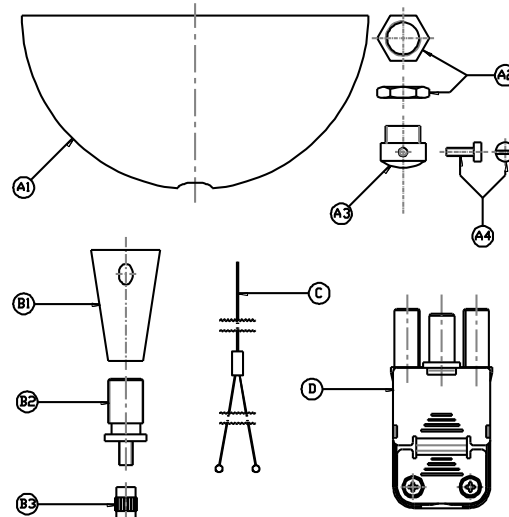
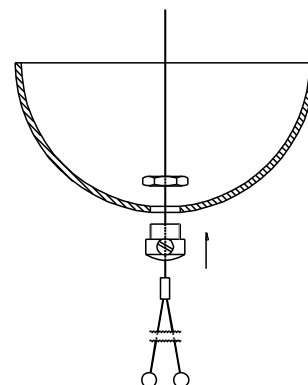

Figura 2 – Figure 2
Figura 5 - Figure 5
- 2 calotte (A1) con il relativo sistema di fissaggio (A2, A3 e A4 in figura 2).
- 2 dispositivi per il fissaggio a soffitto e per la regolazione dell'altezza dal suolo della plafoniera, composti da tre elementi (B1, B2 e B3 in figura 2).
- 2 funi a Y con finale a sfera per il fissaggio a soffitto (C in figura 2).
- 1 spina a connettore per il collegamento elettrico (D in figura 2).
- Fissare con delle viti M5 (non in dotazione) i componenti B1 (figura 2) ai tasselli, come illustrato in figura 4.
- Inserire la fune a Y (indicata come C in figura 2) attraverso gli elementi A3, A2 e A1 (come in figura 5) avvitandoli tra loro. Infilare gli elementi B3 e B2 nella fune a Y e avvitarli tra loro fino a bloccare lo scorrimento della fune all'altezza desiderata.